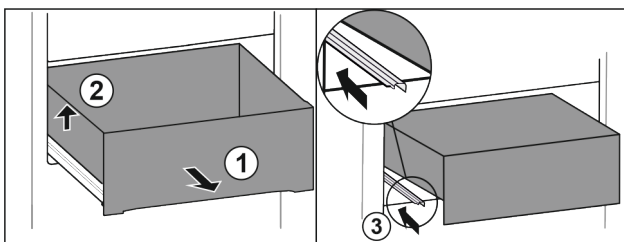

Fig. 68
- ▶ Izvadite ladicu do graničnika. Fig. 68 (1)
- ▶ Podignite ladicu lijevo. Fig. 68 (2)
- ▶ Gurnite lijevu vodilicu. Fig. 68 (3)